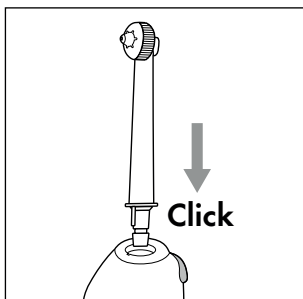

Fig. 2
- ◆ Insérez une canule **2** sur le manche **5**. Poussez la canule **2** dans l'ouverture jusqu'à ce que la canule **2** s'enclenche de manière audible dans le manche **5**. Veillez à la bonne position de l'ergot de guidage sur l'extrémité inférieure de la canule **2** et à l'évidement correspondant dans l'ouverture sur le manche **5** (voir fig. 2).